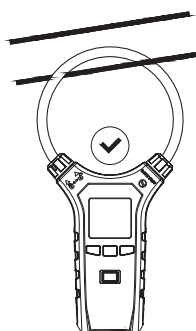

Figure 4
3. Utiliser la tête de mesure pour entourer le conducteur à mesurer et la verrouiller en place. (Un seul fil peut être testé à la fois ; Voir la Figure 4)